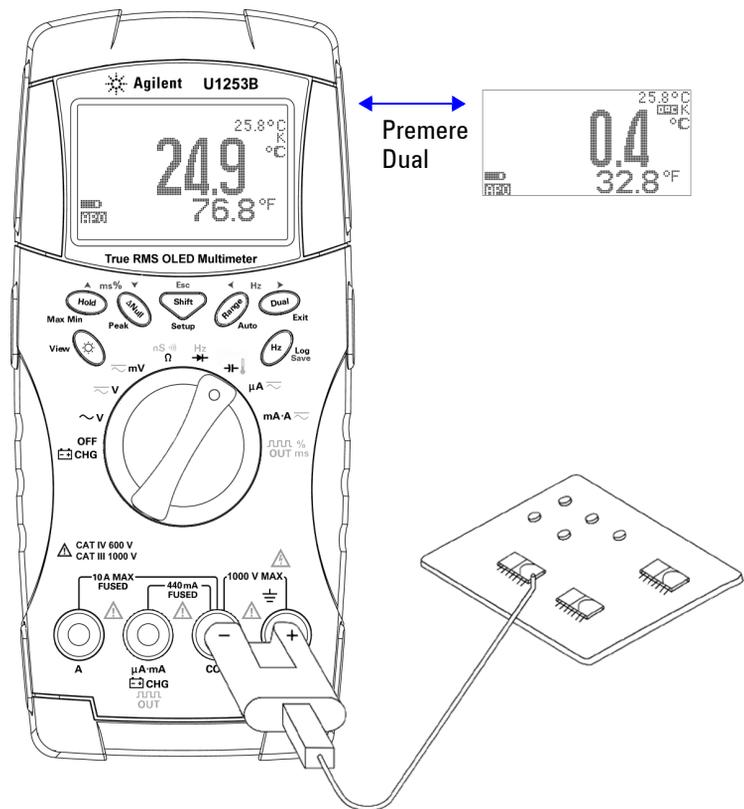

Figura 2-14 Misurazione della temperatura della superficie
- 3 Collegare l'adattatore della termocoppia (con la sonda a termocoppia ad esso collegata) ai terminali di ingresso **TEMP (rosso)** e **COM (nero)** (come mostra la Figura 2-14 a pagina 53)